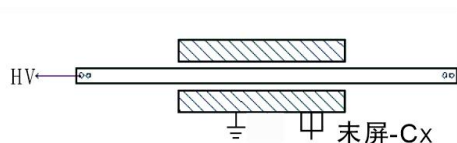

图 6-8 套管正接法
(1)：正接法、电压为 10KV、解开末屏接地、芯棒对末屏 (常用)、接线见图 6-8